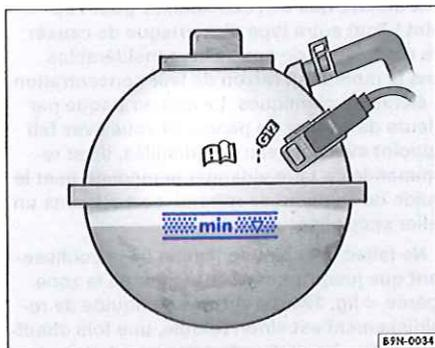

Fig. 194 Dans le compartiment-moteur : repères sur le vase d'expansion du liquide de refroidissement.
- Lorsque le moteur est froid, vérifiez le niveau de liquide de refroidissement à l'aide du repère latéral du vase d'expansion \Rightarrow fig. 194.
- Le niveau de liquide de refroidissement doit se situer entre les repères du vase d'expansion \Rightarrow fig. 194. **En rétablissant le niveau, ne dépassez pas le bord supérieur de la zone repérée \Rightarrow .**
- Ne faites l'appoint de liquide de refroidissement que jusqu'au bord supérieur de la zone repérée ⇒ fig. 194. Le surplus de liquide de refroidissement est sinon refoulé, une fois chauffé, hors du circuit de refroidissement et peut entraîner des endommagements.